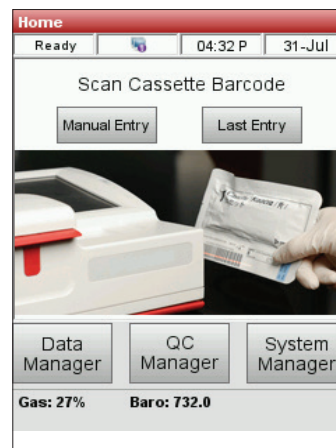

Figura 6. Schermo Menù
1. Nello schermo Menù, scansionare il codice a barre inferiore del pacchetto della SRC tenendolo a 2-3 pollici (5-8 cm) dallo scanner di codici a barre situato nell'angolo in basso a destra dell'analizzatore (Figura 6).